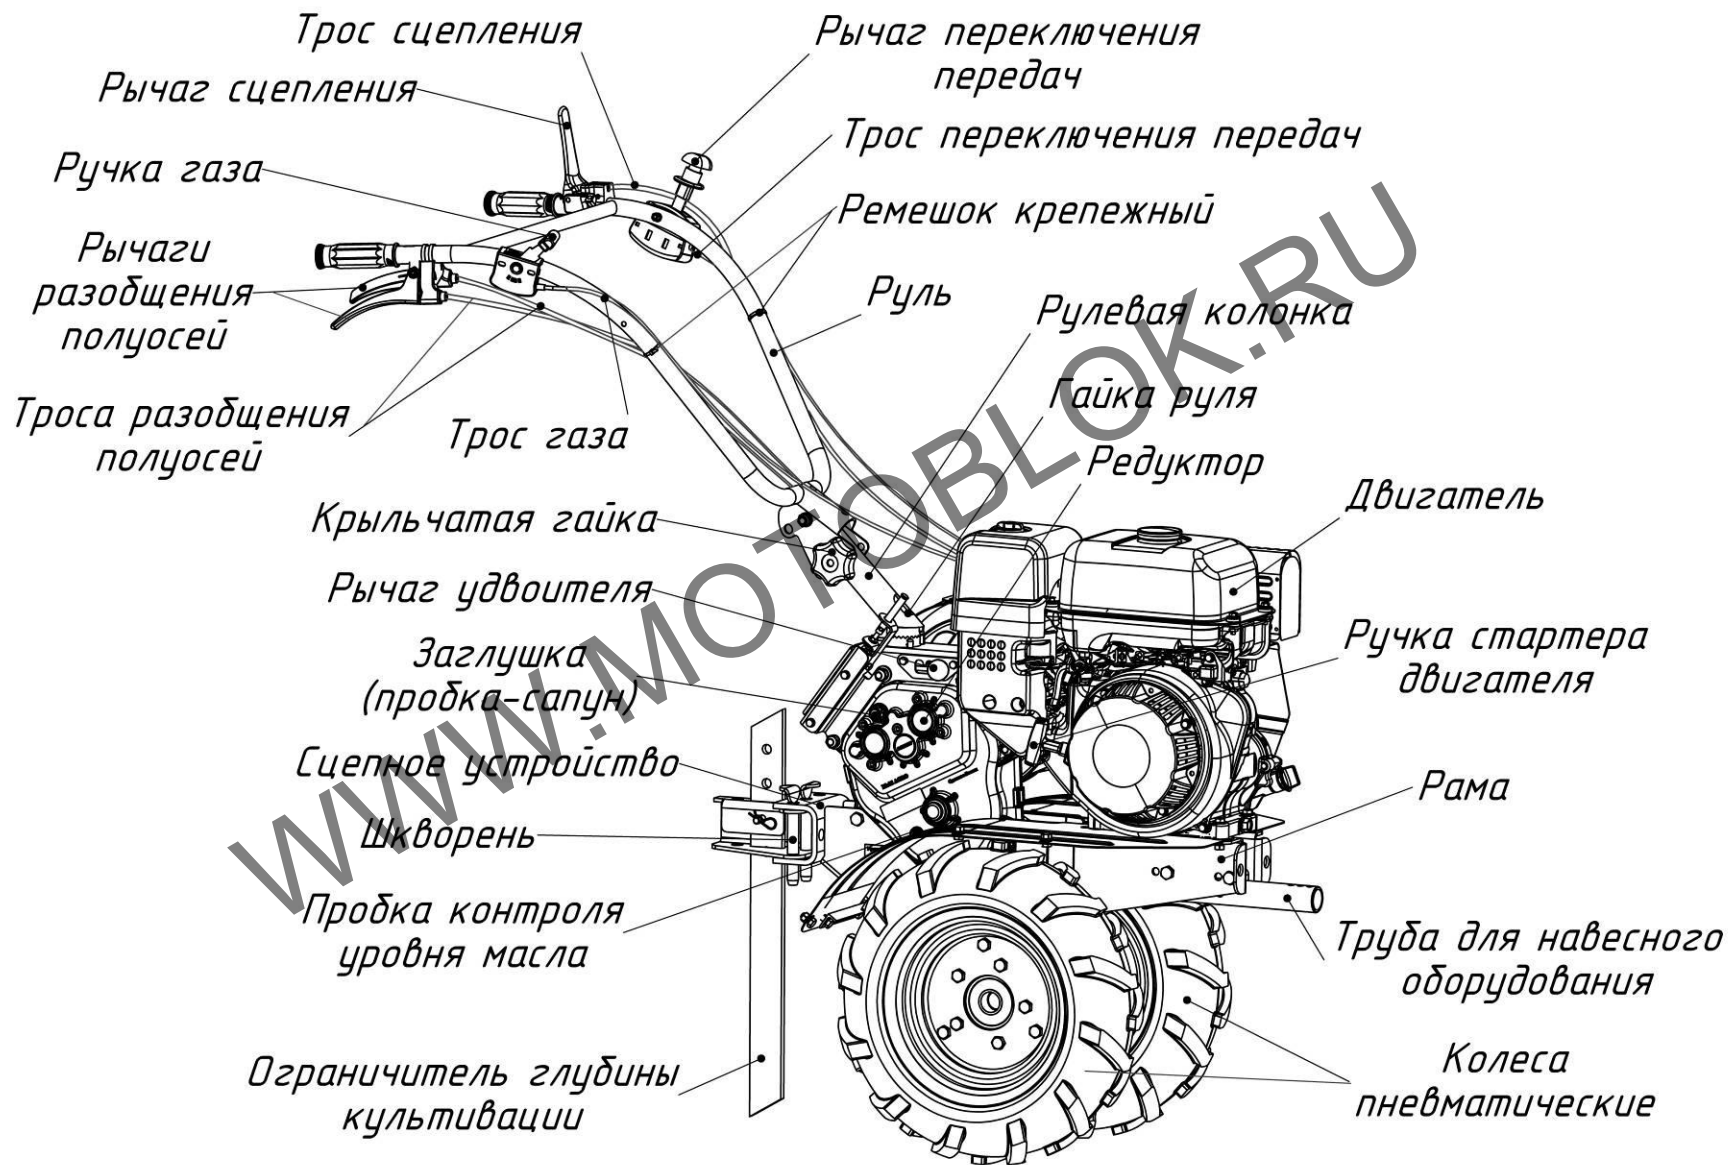

Рис.1 Мотоблок модификаций МБ23 МультиАГРО. Общий вид (вид справа)
МБ23 МультиАГРО (рис.1, 2) – это одноосный универсальный силовой агрегат, предназначенный для работы как с устройствами, входящими в штатную комплектацию, так и с различными сменными орудиями, и состоящий из:
**Рычаг переключения передач** (рис.1) расположен на левой рукоятке руля.
**Рычаг сцепления** (рис.1) – расположен на левой рукоятке руля, предназначен для включения/выключения сцепления.
**Ручка газа** (рис.1) – расположена на правой рукоятке руля. Перемещение ручки от себя – увеличение оборотов двигателя; на себя – снижение оборотов и остановка двигателя.